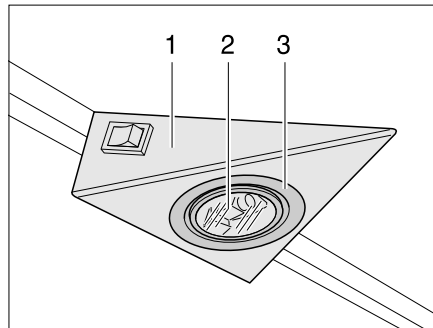

Bild 180 Halogeneinbauleuchte
Die Halogeneinbauleuchte ist in einem Gehäuse (Bild 180,1) versenkt eingebaut.
- Inneren Abdeckring (Bild 180,3) mit einem Schraubendreher vom Gehäuse lösen.
- Halogenleuchte (Bild 180,2) entfernen.